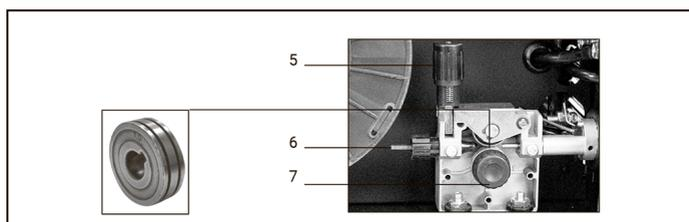

рис.5
- открутите фиксатор изменения усилия зажатия (рис.5 поз.5) и откройте прижимной механизм подачи проволоки, отведя его вверх;
- проверьте, чтобы размер канавки ролика на прижимном механизме соответствовал диаметру используемой сварочной проволоки, при необходимости поменяйте положение ролика, открутив фиксатор ролика (рис. 5 поз.7) против часовой стрелки;
- пропустите проволоку внутри направляющей трубки (рис.5 поз.6) и дальше в механизм подачи;
- опустите прижимной механизм и установите необходимое усилие прижима ролика поворотом фиксатора (рис.5 поз.5).